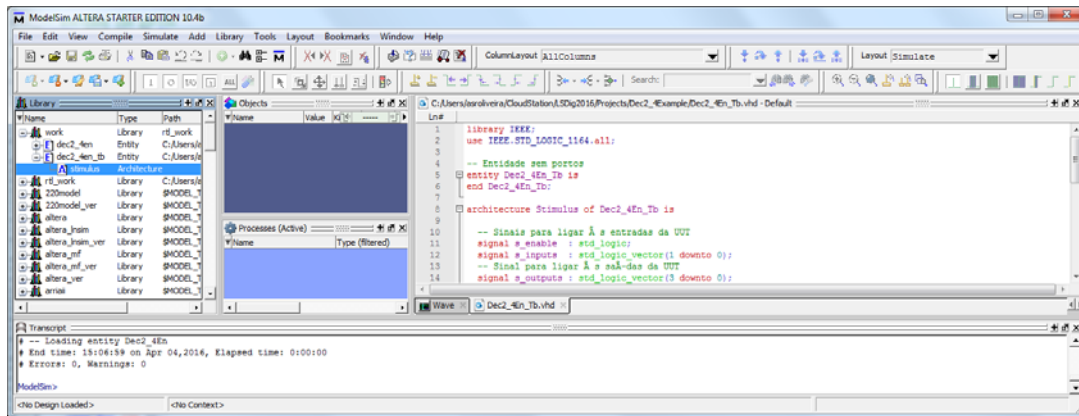

Figura 6 – Início da simulação da entidade **Dec2_4En_Tb** e arquitetura **Stimulus**.
9. Inicie a simulação através de um duplo clique na arquitetura “stimulus” da entidade “dec2_4en_tb” apresentada na biblioteca “work” (projeto atual) na janela “Library” da aplicação “ModelSim Intel FPGA Starter Edition” (Figura 6).